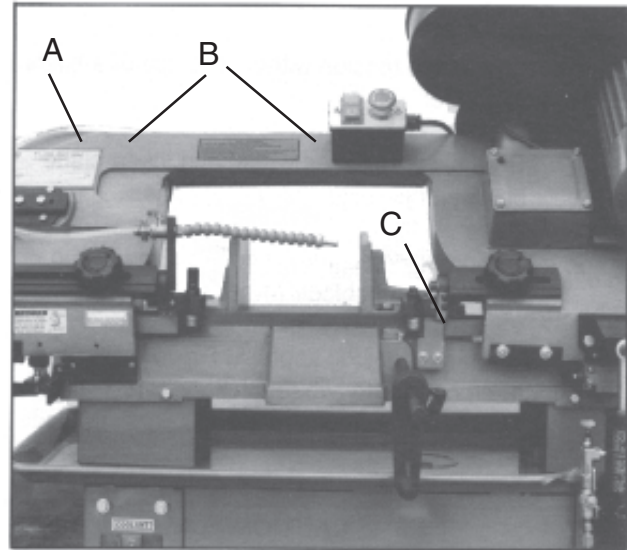

Fig. 10
3. Die Sägebändabdeckung (A, Fig 10) mittels den 2 Schrauben (B) entfernen.
4. Die Bandreinigungsbürste (C) demontieren.